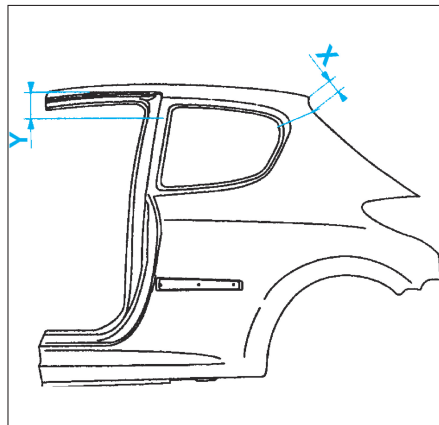

FIG. 109
- Tracer puis découper l'aile à l'aide d'une meule épaisseur 1 mm (coupe définitive) (Fig.109).